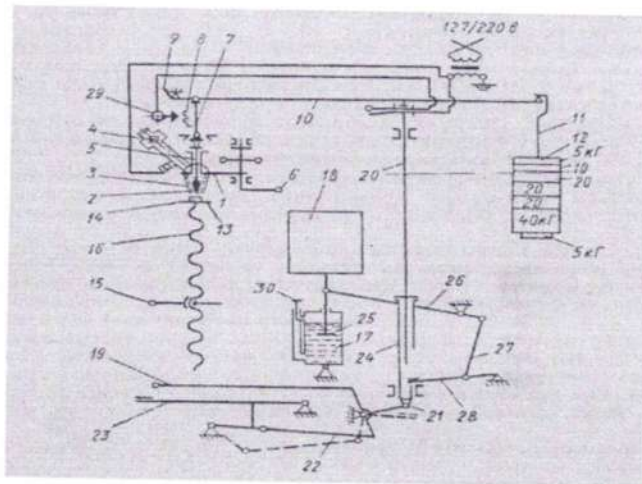

Рисунок 3 - Кинематическая схема прибора типа Виккерса.
Основной частью прибора (рисунок 3) является поворотная головка 1, в которой смонтирована оправка с алмазной пирамидой 2, закрытой чехлом 3; специальный измерительный микроскоп 4 для измерения длины диагонали отпечатка и рабочий шпиндель 5.
1. На подвеску 11 (см. рисунок 3) установить груз 12 нужной величины (5, 10, 20, 30, 50 или 100 кг).